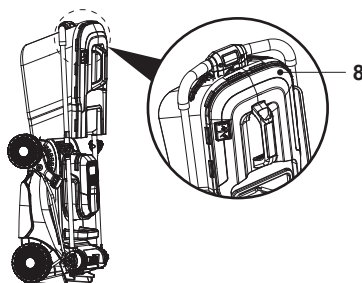

Fig. 23
7. Se recomandă depozitarea mașinii de tuns iarba cu colectorul de iarbă (8) prins și cu accesoriul de mărunțire (24) instalat în ea (fig. 23).